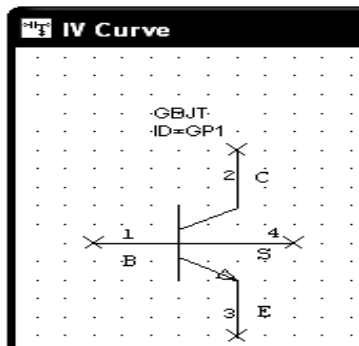

Рис. 3.2
4. Здесь можно выбрать модель **GBJT** и перетащить её в окно схемы (рис. 3.2). Дважды щёлкнув левой кнопкой по модели **GBJT** можно редактировать её параметры в открывшемся окне
9. Сделайте активным окно созданной схемы **IV Curve**, если оно не активно. Щёлкните по значку **Paste** на панели инструментов и поместите скопированную модель транзистора в окно схемы, как показано на рис. 3.2.